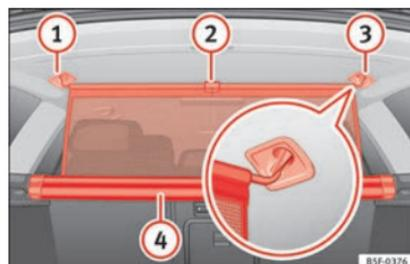

Fig. 124 Nel bagagliaio: agganciare la rete divisoria.
- Tirare verso l'alto la linguetta » **fig. 124 ①** per estrarre la rete dalla scatola **④** »
- Fissare la rete divisoria sul lato destro (3) (immagine ingrandita).
- Fissare la rete divisoria nell'alloggiamento sul lato sinistro (1) tirando la barra.